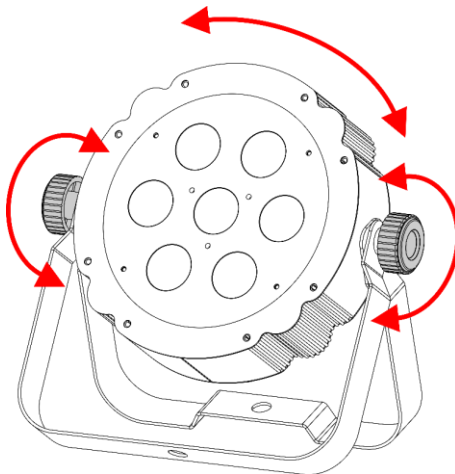

Fig. 08
- 01) Tournez les **vis de réglage (02)** dans le sens inverse des aiguilles d'une montre pour les desserrer.
- 02) Réglez l'inclinaison de l'appareil à l'angle souhaité (voir fig. 08).
- 03) Tourner les **vis de réglage (02)** dans le sens des aiguilles d'une montre pour les serrer. Assurez-vous que l'appareil ne peut pas bouger librement après avoir serré les **vis de réglage (02)**.